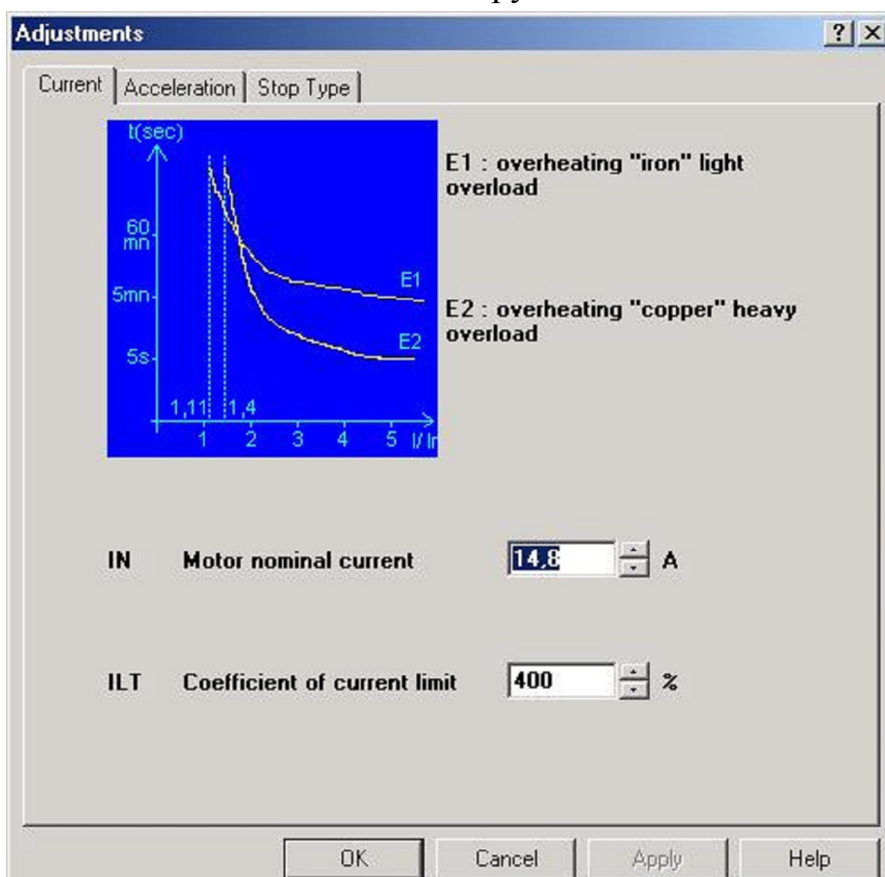

Рис. 3.4 Окно настроек
- С помощью окон (рис. 3.4, 3.5, 3.6, 3.7), вызываемых кнопками в окне главной панели (рис. 3.1) или одноименными командами меню «*Configuration*».
Окно настроек (рис. 3.4) содержит функции меню *SEt*. Список доступных функций может несколько отличаться в зависимости от избранного способа остановки и назначения логических входов. Нужную функцию можно найти на одной из вкладок:
Выбор некоторых функций сопровождается появлением объяснительного рисунка (как для функций *In* и *ILt* на рис. 3.4). После отказа от значения «*Disabled*» (заблокировано) некоторых функций становятся доступными для настройки другие, связанные с ними параметры.